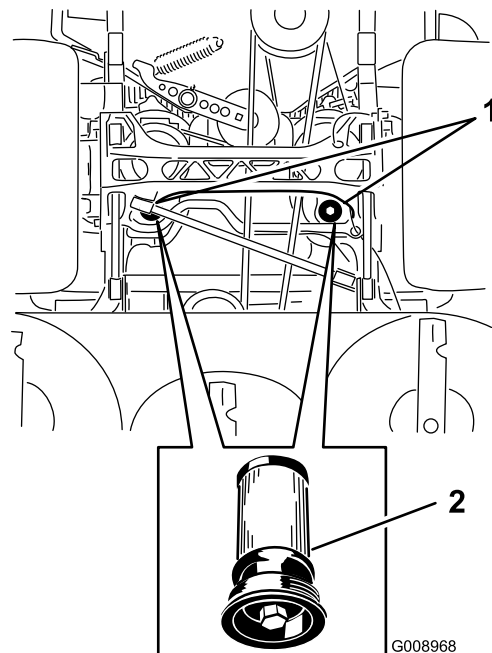

Bild 84
5. Stellen Sie eine Auffangwanne unter den Filter, nehmen Sie den alten Filter heraus und reinigen Sie die Oberfläche (Bild 84).
6. Ölen Sie die Gummidichtung am Ersatzfilter leicht mit Hydrauliköl ein (Bild 84).